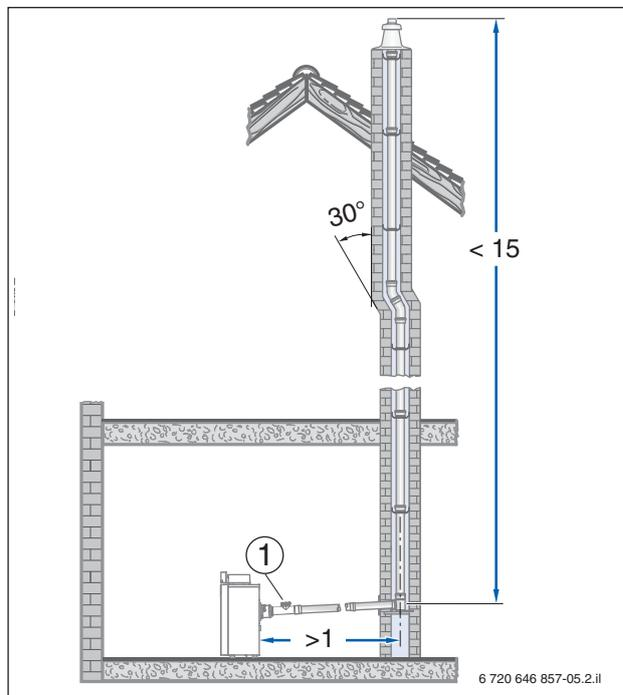
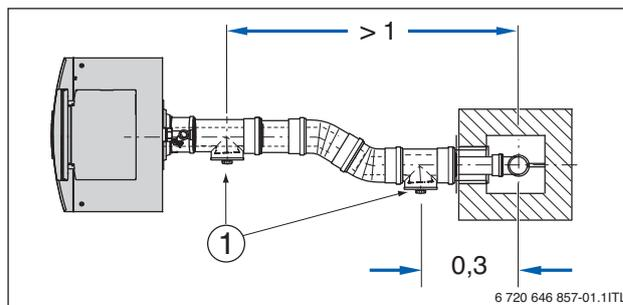
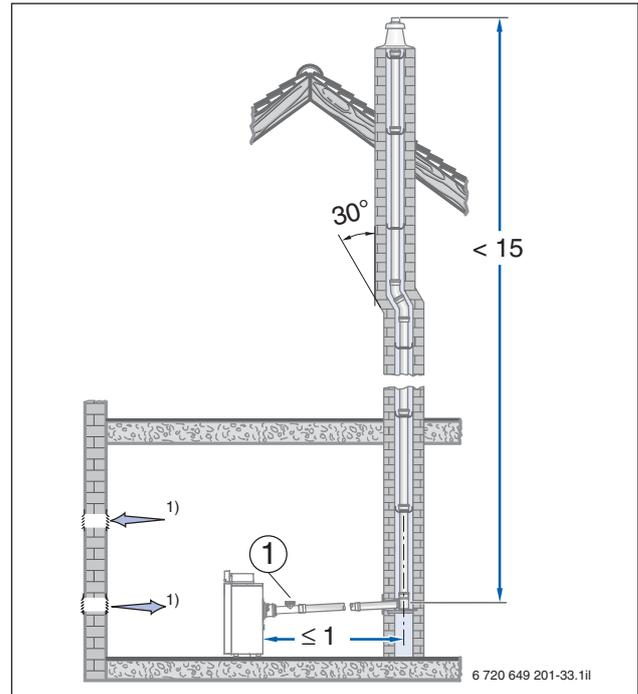

Bild 83 Beispiel: Anordnung der Prüföffnung ohne Umlenkung im Aufstellraum (Maße in m)
Bild 84 Beispiel: Anordnung der Prüföffnungen mit Umlenkung im Aufstellraum (Maße in m)
Bild 85 Beispiel zur Anordnung der Prüföffnung bei einer waagerechten Abgasleitung ohne Umlenkung im Aufstellraum (Maße in m)
Gemäß DIN 18160-1 und DIN 18160-5 müssen Abgasanlagen für den raumluftabhängigen und raumluftunabhängigen Betrieb leicht und sicher zu überprüfen und gegebenenfalls zu reinigen sein. Hierzu sind Prüföffnungen einzuplanen (→ Bild 83 und Bild 84).
- An der Stirnseite im geraden, waagerechten Abschnitt der Abgasleitung höchstens 1 m von der Umlenkung in den senkrechten Abschnitt entfernt, wenn sich dazwischen keine Umlenkung befindet (→ Bild 83) **oder**
- Seitlich im waagerechten Abschnitt der Abgasleitung höchstens 30 cm von der Umlenkung in den senkrechten Abschnitt entfernt (→ Bild 84).
- Die untere Prüföffnung nach DIN 18160-1 und 18160-5 ausgeführt ist (→ Bild 83 und Bild 84)
- Die untere Prüföffnung bei DN 160 und DN 200 entsprechend Bild 85 angeordnet ist
- Die untere Prüföffnung nach DIN 18160-1 und 18160-5 ausgeführt ist (→ Bild 84 und Bild 85).